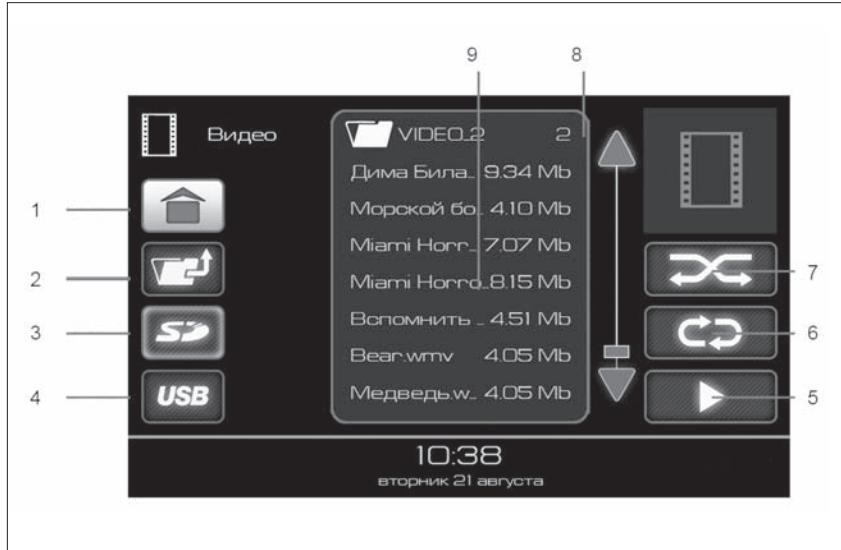
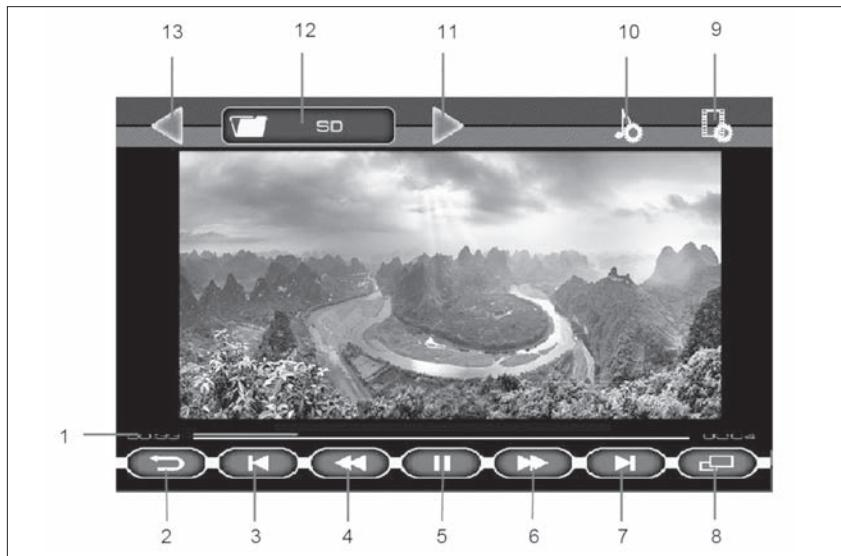

Рис. 58. Окно режима «ВИДЕО»
Рис. 59. Окно проигрывания видеофайлов
Примечание. При нахождении режима «**Видео**» в состоянии пауза (индикатор 5, рис. 59), повторный вход переведет MMC в режим проигрывания видеофайла.
Доступные для воспроизведения видеофайлы и папки отображаются в списке (9). Двойное нажатие на изображении папки  отобразит список видеофайлов в этой папке. Для выхода из папки нужно нажать кнопку **2** (рис. 58).
- двойное нажатие на выбранный файл позволяет воспроизвести именно его, при этом доступна кнопка включения режима повторного воспроизведения (кнопка **6**, рис. 58).
- дения файлов (кнопка **6**, рис. 58) позволяет воспроизвести все видеофайлы, находящиеся в списке (9).
- выбор папки одиночным нажатием на изображении папки , в списке (9) (рис. 58), а затем нажатие кнопки воспроизведения файлов (кнопка **5**, рис. 58) позволяет воспроизвести все видеофайлы, находя-
Для включения полноэкранного режима воспроизведения нажать кнопку **8** (рис. 59) или на изображение.
Если при воспроизведении видеофайла нажать на кнопку «II» (5) (рис. 59), а затем нажать на кнопку возврата (кнопка **2**, рис. 58), то произойдет переход в главное меню, и в кнопке **8 «Видео»** (рис. 53) появляется индикатор паузы. Этот режим позволяет вернуться к воспроизведению видеофайла с того места, где была поставлена пауза.
Доступные для просмотра файлы и папки отображаются в списке (9), (рис. 58). Для отображения списка файлов внутри папки нужно нажать на изображение папки  в списке (9). Для выхода из папки нужно нажать кнопку **2**.
Нажмите на изображение файла в списке и кнопку **5** (рис. 58) либо дважды нажмите на выбранный файл для запуска просмотра файлов, начиная с выделенного в списке курсором. Для организации слайд-шоу должен быть включен режим повторного воспроизведения. MMC перейдет в окно проигрывания файлов изображений.